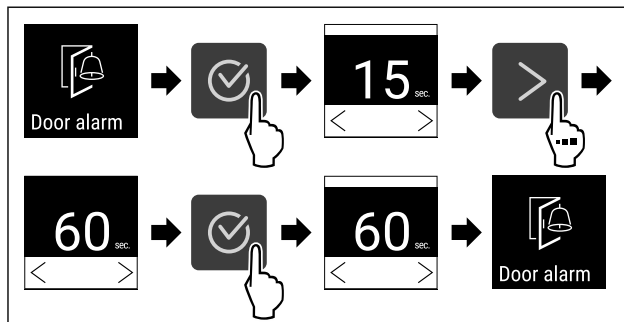

Fig. 88
- ▶ Wykonać czynności (patrz Fig. 88).